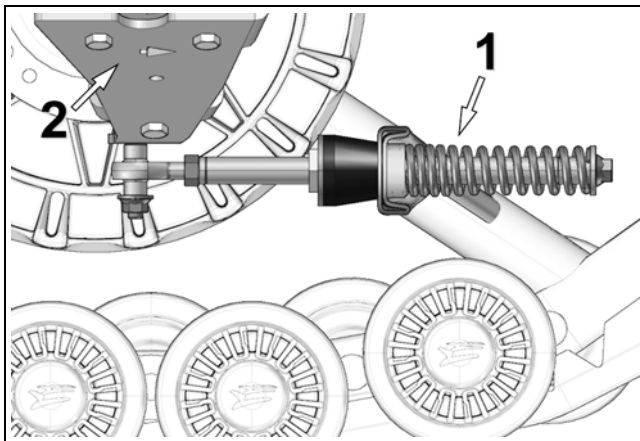

Abbildung 3
- Der Stabilisierungsarm (1) muss am vorderen, am Fahrzeug angebrachten Verankerungsbügel (2) montiert werden. Siehe Abbildung 3.